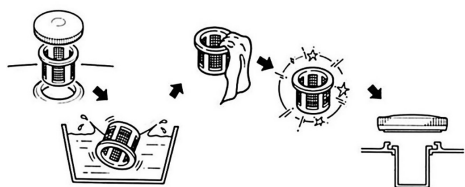

**Рис. 23 Топливный бак и топливные фильтры**
В топливном баке установлены два сетчатых топливных фильтра. Один фильтр устанавливается в заливной горловине топливного бака. Второй фильтр конструктивно объединен со штуцером топливного бака и установлен внутри бака (Рис. 23).
Топливный фильтр 2, установленный в горловине бака, проверяйте при каждой заправке бака топливом (Рис. 23). При необходимости вынимайте сетчатый фильтр из бака и производите его очистку (Рис. 24). Регулярно проверяйте целостность сетчатого фильтра, при обнаружении механических повреждений замените сетчатый фильтр.
Каждые 300 часов работы или один раз в год в зависимости от того, что наступит раньше, необходимо производить очистку топливного бака от грязи и конденсата. Перед этим рекомендуется полностью выработать топливо. Одновременно с очисткой топливного бака необходимо проверять и очищать фильтр 4, установленный внутри бака (Рис. 23). Поврежденный или сильно загрязненный фильтр необходимо заменить.
3. Выкрутите из топливного бака выходной штуцер 4 и произведите его очистку (Рис. 23). Внимательно осмотрите сетчатый фильтр. При обнаружении механических повреждений замените штуцер топливного бака.